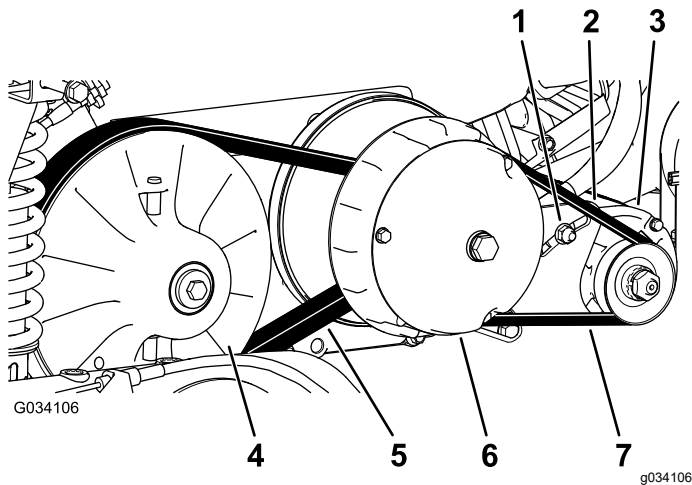

Рисунок 66
6. Проверните и осмотрите ремень (Рисунок 66) на наличие чрезмерного износа или повреждений.
3. Поверните и проложите ремень поверх вторичного сцепления (Рисунок 66).
4. Снимите ремень с главного сцепления (Рисунок 66).
5. Проложите новый ремень поверх главного сцепления (Рисунок 66).
6. Поверните и проложите ремень поверх вторичного сцепления (Рисунок 66).
2. Ослабьте затяжку регулировочной гайки стартера-генератора (Рисунок 66).
4. Нажав на монтировку вниз, поверните стартер вниз в пазу таким образом, чтобы натяжение ремня позволяло отклонять его только на 6 мм при воздействии усилия в 44 Н·м (Рисунок 66).
5. Затяните регулировочную гайку от руки и снимите монтировку (Рисунок 66).